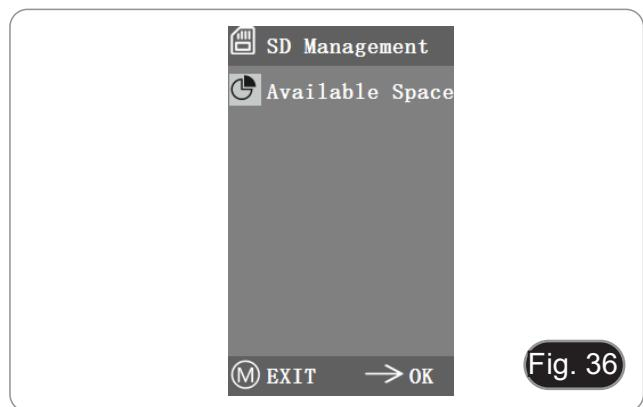

Fig. 36
1. Despues de insertar la tarjeta SD, el espacio restante y el espacio total de la tarjeta SD se pueden ver en "Available Space". (Fig. 36)